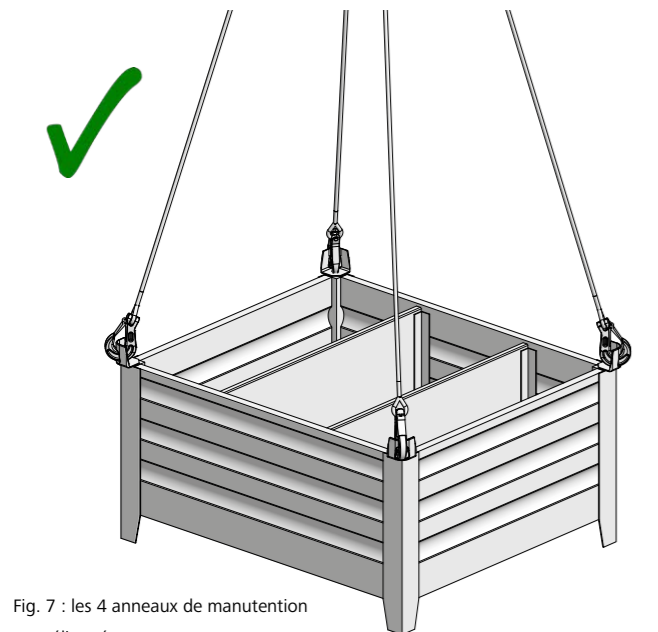
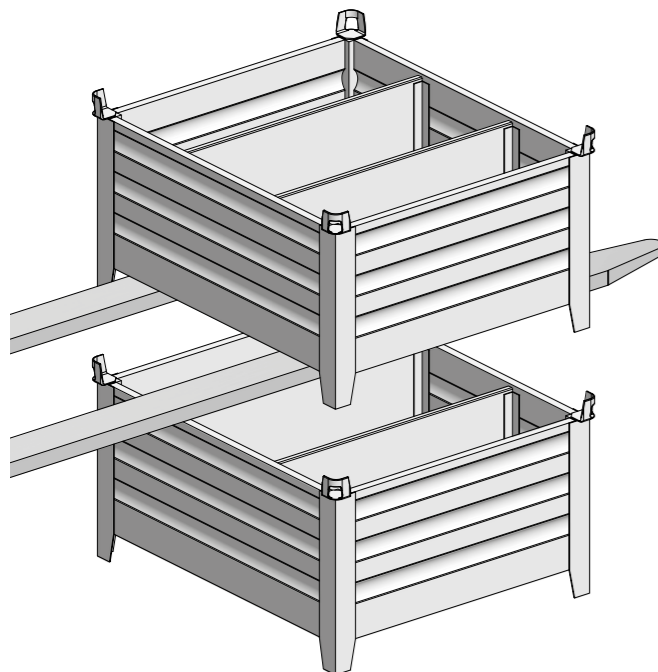

Fig. 7 : les 4 anneaux de manutention sont élingués
Fig. 8 : manutention à l'aide d'un gerbeur
La caisse de rangement 120/100 peut être manutentionnée à l'aide d'une grue (Fig. 7), d'une gerbeuse (Fig. 8) ou d'un chariot élévateur.
- Manutention à la grue : assurez-vous qu'il n'y a personne dans la zone de manœuvre de la charge. N'utilisez que des élingues chaîne à 4 brins. Les chaînes de l'élingue doivent se mouvoir librement dans la maille de tête, les crochets doivent être fermés et équipés d'un linguet de sécurité pour prévenir tout décrochage intempestif de la charge. L'élingue doit toujours être accrochée aux 4 anneaux de manutention (Fig. 5 à Fig. 7).
- Manutention à l'aide d'un gerbeur. La longueur des fourches doit correspondre aux dimensions de la caisse de rangement 120/100 (Fig. 8).
Accrochez le crochet de l'élingue dans l'anneau de manutention de la caisse de rangement 120/100 (Fig. 5) de manière que le crochet ne puisse pas glisser hors de l'anneau quand l'élingue ou la chaîne n'est pas tendue. Utilisez impérativement **les quatre anneaux de manutention** pour l'élingage (Fig. 7).